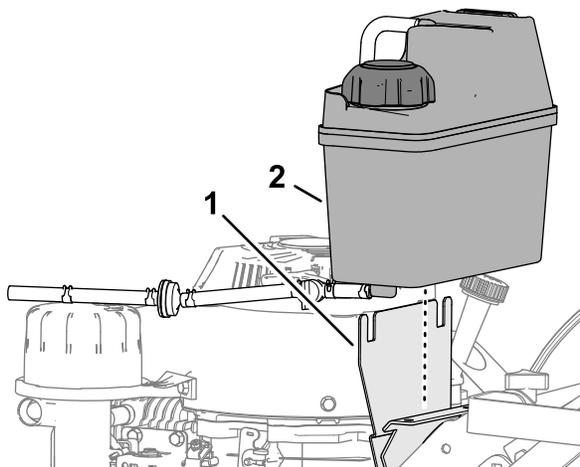

Рисунок 38
2. Поднимите бак с кронштейна (Рисунок 38).